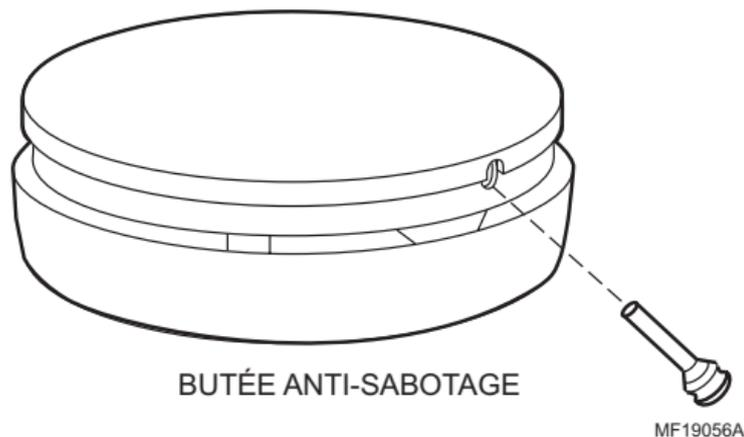

Fig. 7. Insertion de la butée anti-sabotage.
9. Pour utiliser la butée anti-sabotage, l'insérer dans l'ouverture sur le côté du détecteur une fois celui-ci installé sur la plaque de montage; Voir la Fig. 7.